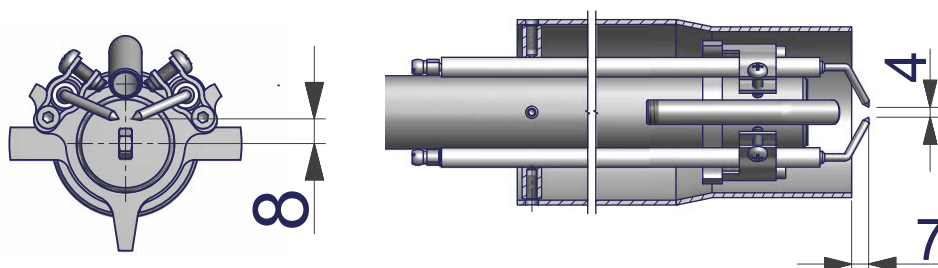

Fig. 7
4. VD può essere montato ruotato di 180°, fig. 7.
Regolare la posizione degli elettrodi e dell'ugello, rispettando le quote indicate in Fig. 7.